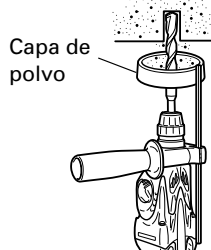
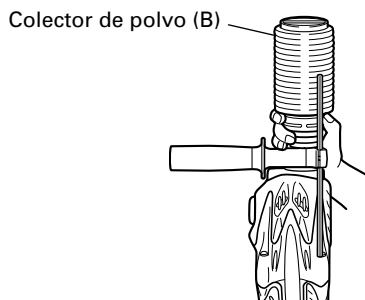

Fig. 4
Fig. 5
## 7. Cuando instale la copa de polvo o el lector de polvo (B) (Accesorios facultativos)(Fig. 4, Fig. 5)
Emplee la copa de polvo instalando la broca como se muestra en la Fig. 4.
- Instalación del colector de polvo (B)
Para emplear el colector de polvo (B), insértelo desde la punta de la broca alineándolo con la ranura de la empuñadura. (Fig. 5)